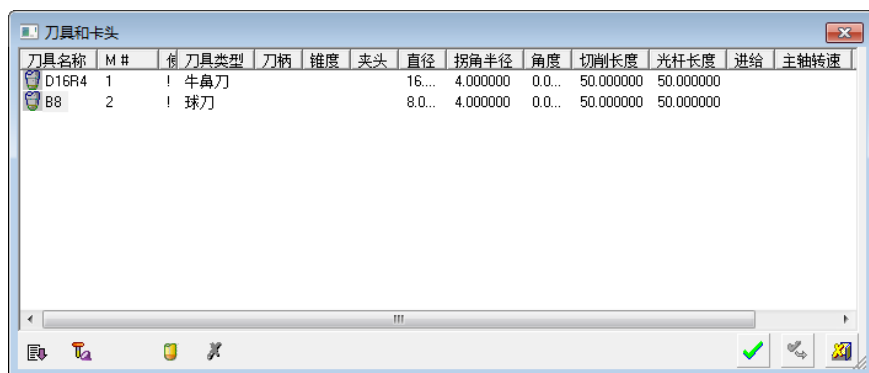

图 5-75 “刀具和卡头”对话框 (4)
3) 选择刀具。单击“刀具和夹头”按钮，弹出“刀具和卡头”对话框（4），选择 B8 球刀，如图 5-75 所示。